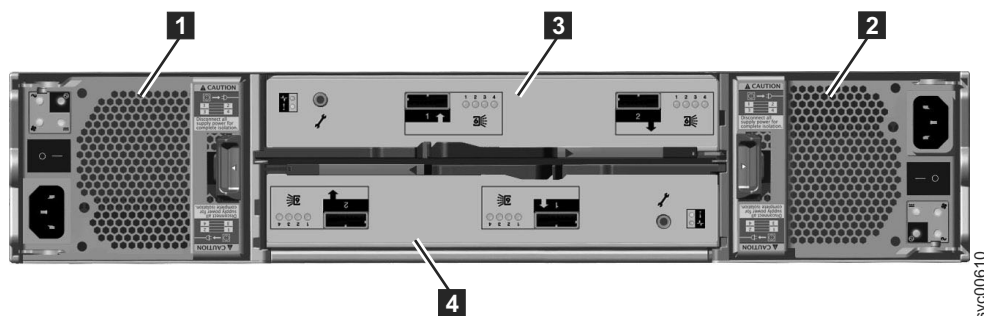

Figura 6. Vista Posterior de um Gabinete de Expansão Modelo 2076-212 ou Modelo 2076-224
- Duas caixas são instaladas no meio do gabinete. Cada caixa é conhecida como uma caixa de nó. A caixa superior, conforme mostrado na Figura 6 na página 8, é a caixa **3** e a caixa inferior é a caixa **4**. A caixa **3** está com a parte superior para cima e a caixa **4** está invertida ou com a parte superior para baixo.
O Figura 6 mostra a vista posterior de um gabinete de expansão e identifica o local das unidades de fonte de alimentação e das caixas. As portas e seu uso são descritos posteriormente nesta seção.
- Duas caixas são instaladas no meio do gabinete. Cada caixa é conhecida como uma caixa de expansão. A caixa superior, conforme mostrado na Figura 6, é a caixa **3** e a caixa inferior é a caixa **4**. A caixa está com a parte superior para cima e a caixa 2 está invertida ou com a parte superior para baixo.